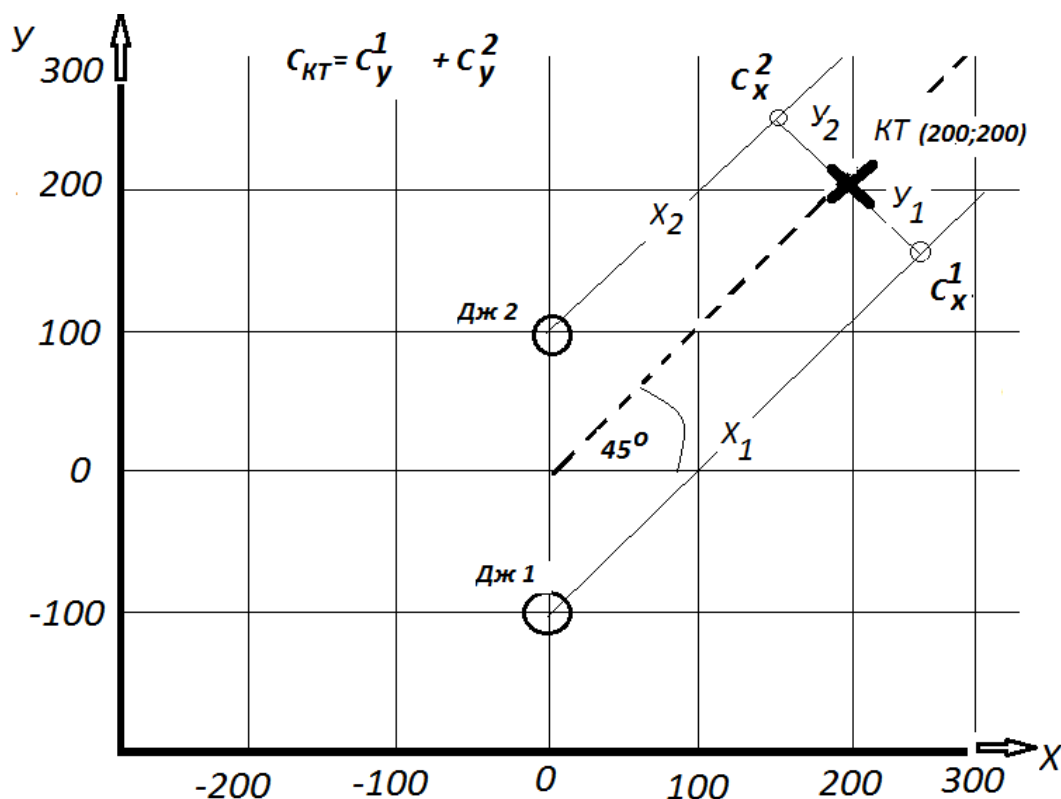

Рисунок 1 – Схема для розрахунку концентрації у контрольній точці
1. Зробити схему розташування джерел та контрольної точки, вказати лінію розсіювання відповідно до завдання (приклад схеми на рис. 1).